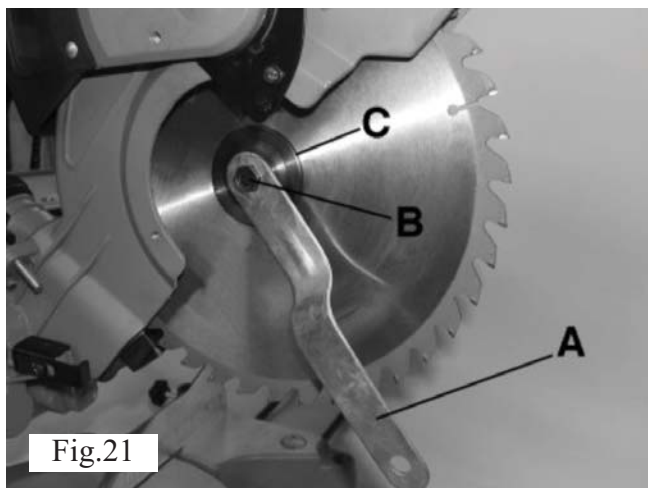

Fig.21
7. Använd den medföljande klingnyckeln (A) fig. 21 för att lossa klingskruven (B). Skruva medurs eftersom klingskruven är vänstergängad.